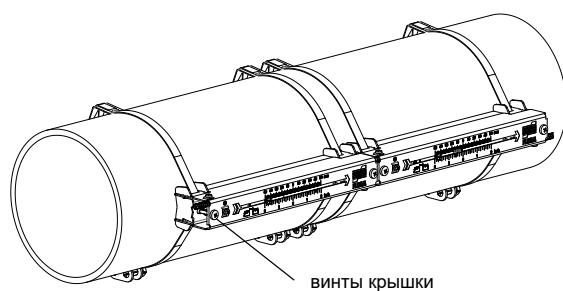

Рис. 8.28: Датчики с рельсом Variofix L на трубе
- Затяните винты крышки (смотри Рис. 8.28).